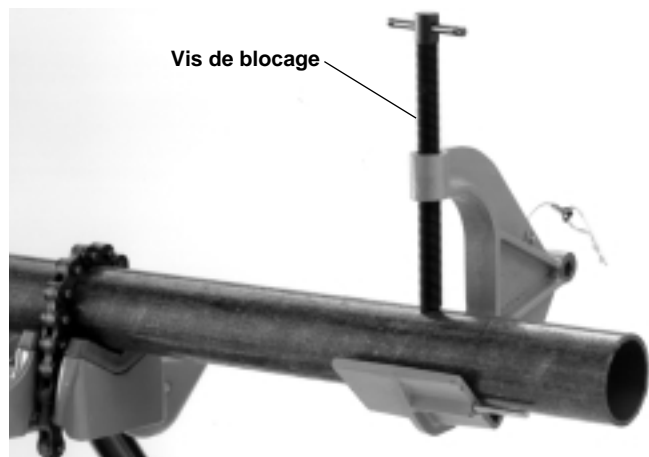

Figure 5
2. Positionnez l'étau sur l'ouvrage et fixez-le en serrant la vis de blocage (Figure 5). La vis devra supporter tout le poids de la scie à ruban.